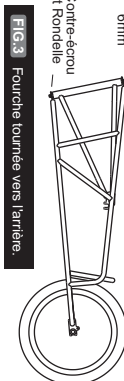
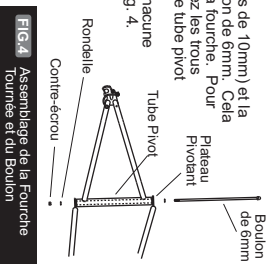

FIG.3 Fourche tournée vers l'arrière.
FIG.4 Assemblage du Bras Oscillant
- Les fourches YAK et l'IBEX doivent être limitées à approximativement 20 degrés de rotation afin d'éviter de toucher le dérailleur arrière et de plier le cadre (Fig. 2). Ceci peut se produire lorsque vous passez sur de gros arbres tombés au sol, levez le vélo et la remorque ou éventuellement lorsque vous utilisez le système de mode "stationnement" (Fig.3). Avant de rouler avec votre vélo, vérifiez bien l'espace de dégagement de son dérailleur.
- ASSEMBLAGE DE LA FOURCHE:** Pour des raisons de transport, la fourche de la remorque a été attachée au cadre de telle façon qu'elle pointe vers l'arrière de la remorque. Fig. 3. La fourche devra être relâchée et tournée à 180 degrés avant d'être réattachée avant usage. Ici, que cela est illustré sur la Fig. 4.
- RETRIEZ LE CONTRE-ÉCROU (Fig. 3) et la rondelle plate, retirez ensuite entièrement le long boulon de 6mm.** Cela libérera la fourche du cadre de la remorque. Pour remettre la fourche, en place en direction avant, alignez les trous sur les plateaux tournants du cadre de la remorque et le tube pivot (Fig. 4).
- Insérez le long boulon de 6mm avec une rondelle à chacune de ses extrémités et serrez le contre-écrou.** Fig. 4.